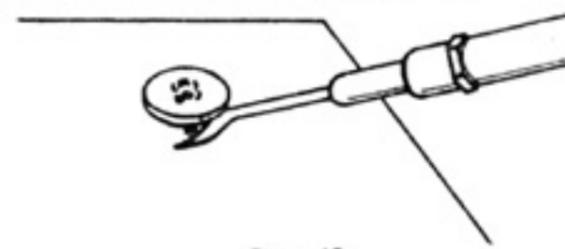

Рис. 49
#### 29. Применение ножа для распаривания шва (рис. 49, 50 и 51)
- отделение пуговиц (рис. 49)